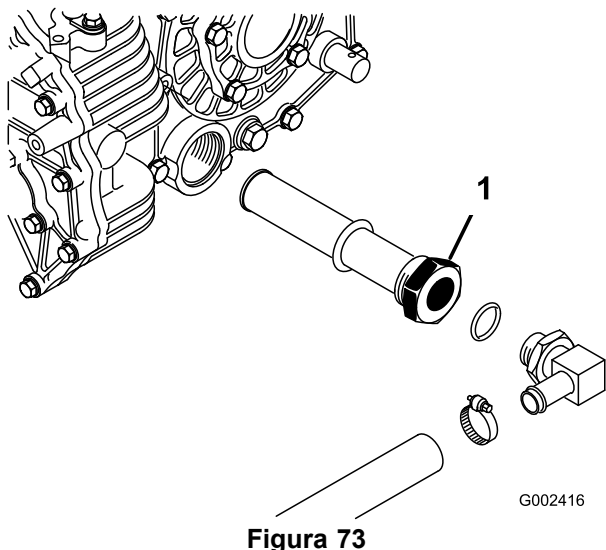

Figura 73
3. Repare na posição do tubo hidráulico e no conector de 90° ligado ao filtro de rede do lado do reservatório (Figura 73).